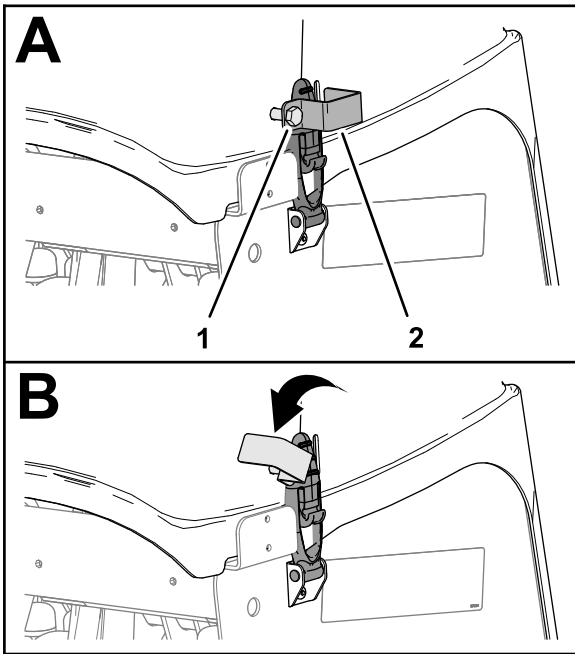

图 149
1. 如果您的机器安装有符合欧盟 (CE) 标准的门锁应旋松锁定板螺栓直至锁定板完全脱离打孔头盖板侧面的插槽图 149。
2. 旋转锁定板以脱离门锁图 149。